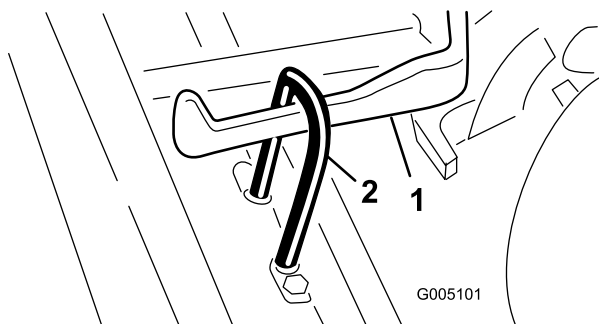

Figura 12
- Faça deslizar a unidade de corte para debaixo da estrutura de apoio enquanto engata o cilindro de elevação no braço de elevação (Figura 12).